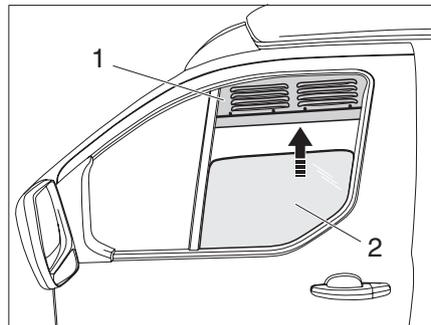

Fig. 11 Applicazione delle griglie di aerazione
Durante il viaggio stivare in sicurezza le griglie di aerazione (Fig. 11,1).
- ▶ Abbassare il vetro del veicolo (Fig. 11,2).
- ▶ Applicare la griglia di aerazione (Fig. 11,1) in alto nel telaio della finestra.